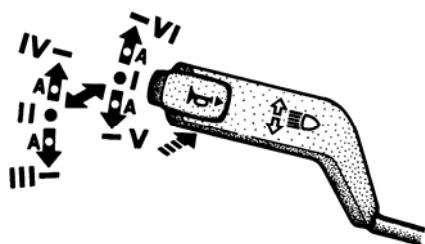

Рис. 5.3. Положение рычага переключателя указателей поворота и света фар (со звуковым сигналом)
**4 – рычаг переключения указателей поворота, света фар и звукового сигнала1).** Рычаг имеет шесть фиксированных положений – I, II, III, IV, V и VI и четыре нефиксированных положения  $\leftrightarrow A \approx$  (рис. 5.3 и 5.4). Если рычаг переключения находится в положении I, а ручка центрального переключателя света в положении II, то горит ближний свет фар. Переместив рычаг в положение II –
горит дальний свет фар и загорается сигнализатор синего цвета. При неоднократном перемещении рычага переключателя из положения I на себя вдоль рулевой колонки (положение нефиксируемое) происходит сигнализация дальним светом фар. При нажатии на кнопку рычага (из любого его положения) вдоль оси включается звуковой сигнал (без фиксации) – см. рис. 5.3.
1) На части автомобилей звуковой сигнал включается переключателем указателей поворота и света фар (см. рис. 5.3).